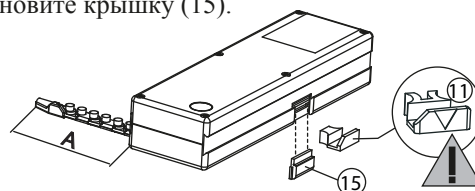

Рис.5 Регулировка хода цепи
Регулировка хода цепи (рис.5)
- снимите крышку (15) с корпуса привода (1), запустите привод на открытие до тех пор, пока в образовавшемся окне не появится стопор (11);
- вытащите стопор (11) из цепи;
- вставьте стопор (11) (соблюдайте правильность размещения стопора) (см. рис.5);
- установите крышку (15).